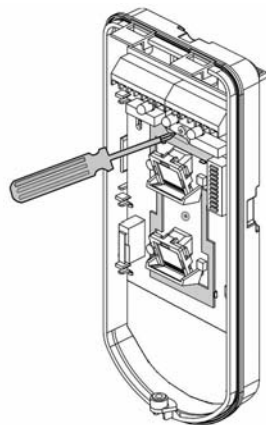

Figura 8
14. Para reajustar o suporte padrão quando o PCB já está instalado (Figura 8):
- b. Use uma chave Philips para soltar o parafuso de travamento (veja a figura 8).
Quando a marca das duas partes móveis estiverem alinhadas (Figura 8), o Suporte padrão estará na posição vertical de 0°. Cada Clique do suporte representa 5° na posição vertical ou horizontal.